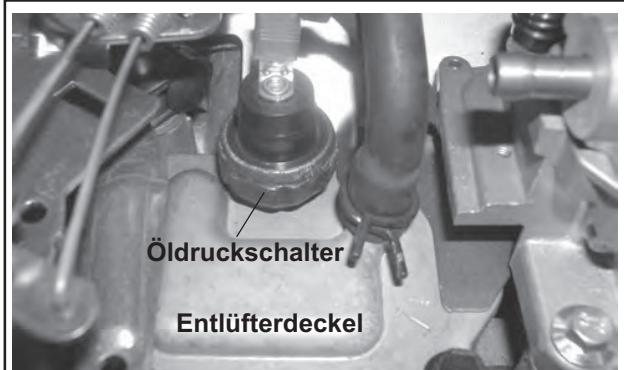

Abbildung 6-8. Position des Öldruckschalters Oil Sentry™ (oder konischen Verschlusses).
Einige Motoren sind mit einem optionalen Öldruckwächterschalter Oil Sentry™ ausgestattet. Siehe Abbildung 6-8. Sinkt der Öldruck unter einen Mindestwert ab, steuert die Vorrichtung Oil Sentry™ die Abschaltung des Motors oder die Aktivierung eines Warnsignals, je nach Anwendung.
Der Öldruckschalter Oil Sentry™ wird in den Entlüfterdeckel integriert. Siehe Abbildung 6-8.
2. Den Schalter in die verschlossene Öffnung im Entlüfterdeckel einsetzen. Siehe Abbildung 6-8.